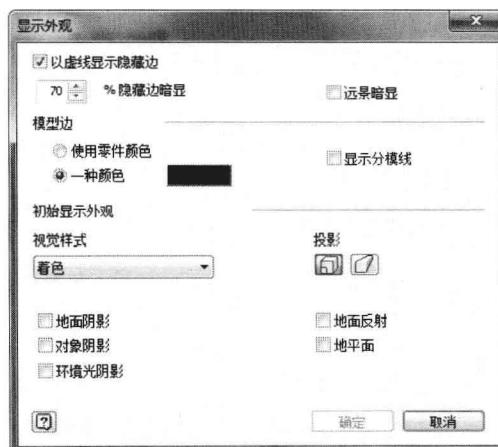

图 1-10 显示外观设置
- 设置：在对话框中单击“设置”按钮，打开“显示外观”对话框，参见图 1-10。该对话框中的设置用于指定新文档窗口显示模型的方式。其中：